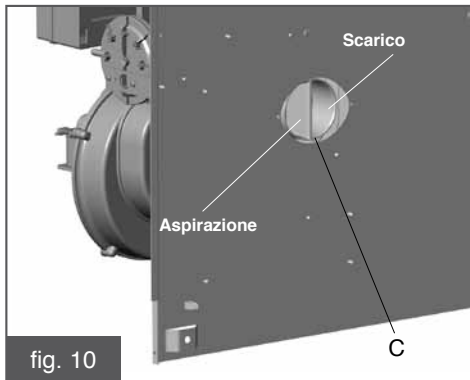

fig. 10
ATTENZIONE: con riferimento alla fig. 10, l'aspirazione è a sinistra e lo scarico a destra.
- Innestare la riduzione F nel tronchetto C (fig. 10) fissandola con la vite Y (a corredo) al fondello dell'apparecchio (fig. 14 C).